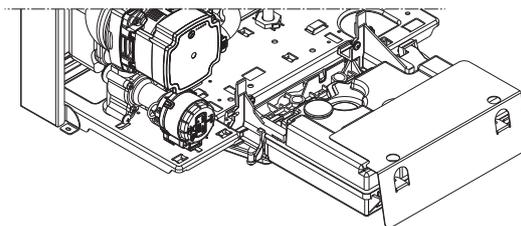

Fig. 4.28b
- Ruotare il cruscotto in avanti (fig. 4.28b)